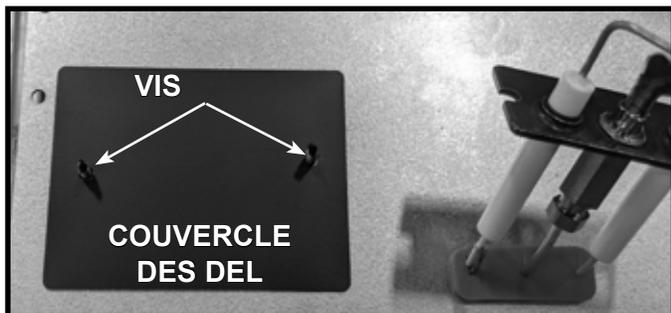

Figure 11.14 Couvercle des DEL installé
4. Repérez les lumières DEL dans les coins arrière gauche et droit de la boîte à feu et installez les couvercles DEL. Les couvercles des DEL empêchent les reflets du verre réfractaire de nuire à l'expérience visuelle globale. Placez le couvercle DEL sur les vis comme indiqué dans la figure 11.14.